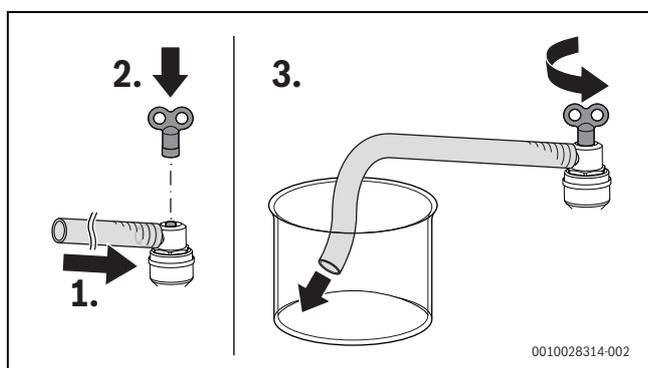

Fig. 75 Purger le circuit d'eau chaude sanitaire et le circuit de chauffage
- ▶ Amener le tube dans un récipient (par ex. bouteille) (→ Figure 75 et figure 2.8, page 9).